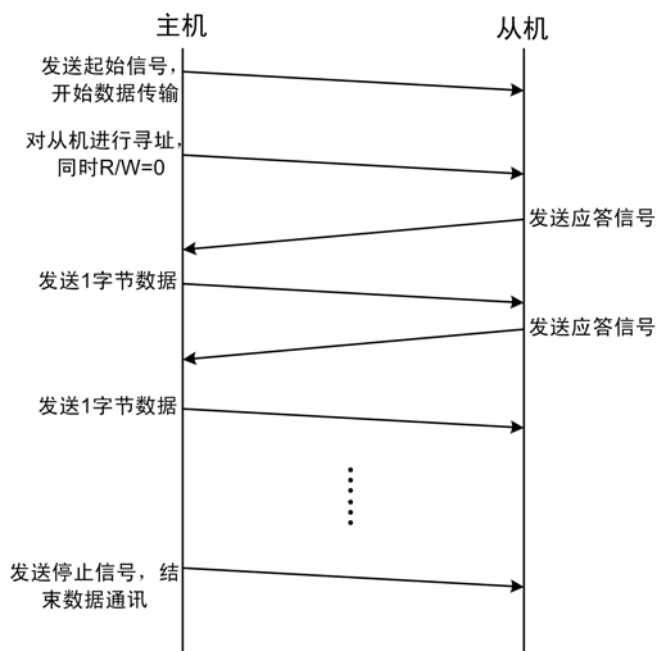

图 4.77 主机发送数据到从机
- **主机发送数据到从机:** 寻址字节的“ $R/\overline{W}$ ”位为 0,数据传输的方向不改变,如图 4.77 所示。